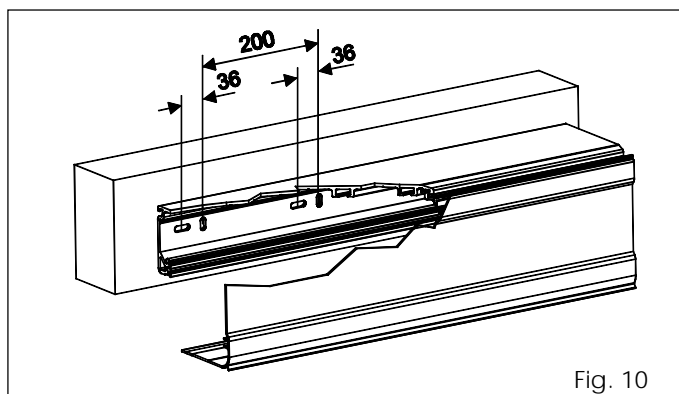

Fig. 10
- Fixer la poutre initialement au niveau d'une rainure verticale à une extrémité, et d'une rainure horizontale à l'autre extrémité (en utilisant des vis M8 et des tasseaux spécifiques) et niveler parallèlement au sol. Réaliser une fixation centrale en soulevant avec force la poutre pour aligner les trois points de fixation. Réaliser les fixations successives en alternant les rainures verticales et horizontales (fig. 10).